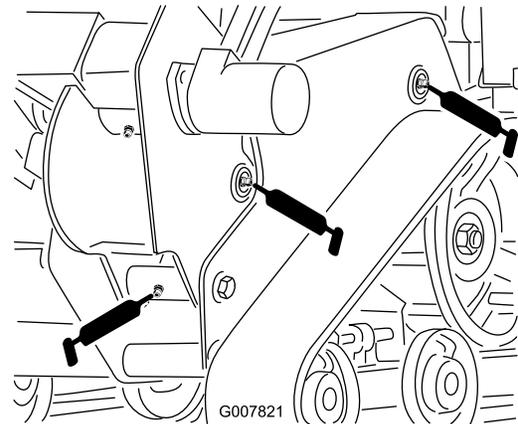
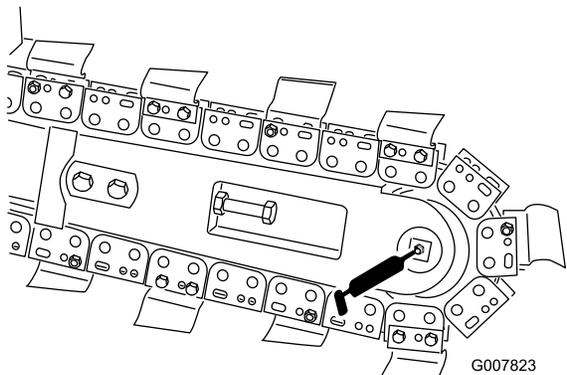

Bild 23
Bild 25
4. Setzen Sie die Fettpresse nacheinander an allen Nippeln an (Bild 23 und Bild 25).